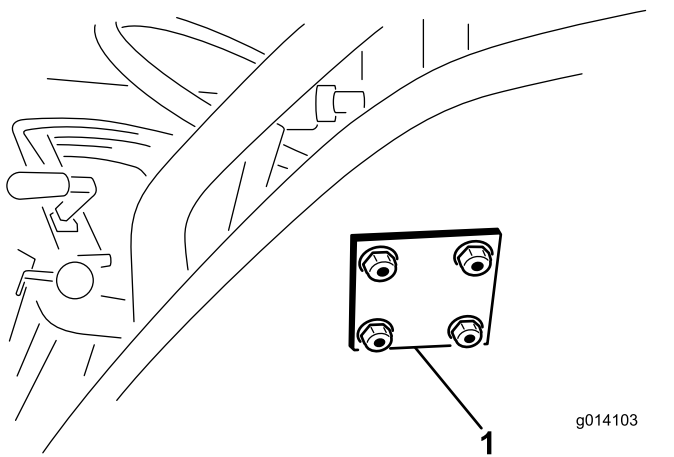

图 15
3. 用 4 个 5/16 x 1½ 英寸 凸缘头螺栓和凸缘锁紧螺母连接安装支架和支撑板 图 14 和 图 15。